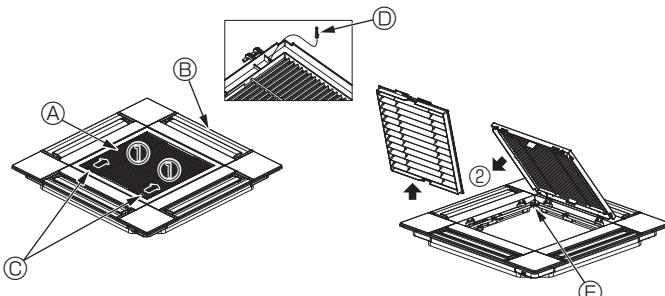

Fig. 10-3
10.2.1. Hava giriş izgarasının çıkarılması (Fig. 10-3)